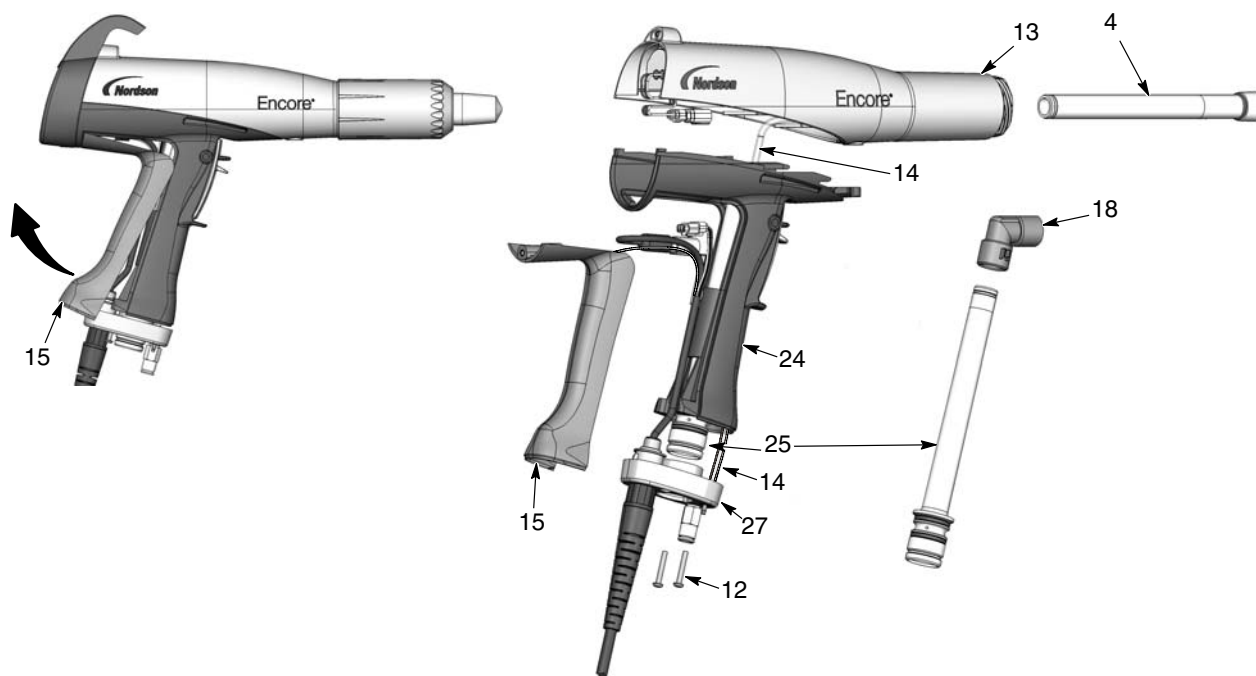

Рис. 6-4 Замена порошкового тракта
1. См. рис. 6-4. Снять колено (18) с впускной трубки (25).
2. Вывернуть два винта М3 х 20 (12) из основания рукоятки (27). Снять основание с рукоятки, отвести накладку заземления (15) вверх и в сторону от рукоятки, затем снять ее. Оставить провод заземления подсоединенным к накладке заземления.
3. Вытолкнуть впускную трубку (25) вверх и из основания, затем убрать основание в сторону и вытянуть впускную трубку из рукоятки.
4. Вытолкнуть выпускную трубку (4) из передней части корпуса распылителя (13).
1. См. рис. 6-4. Вставить выпускную трубку (4) в корпус распылителя (13) так, чтобы конец трубки установился вровень с концом распылителя.
2. Вставить впускную трубку (25) в рукоятку (24), затем вставить конец трубки в основание рукоятки (27).
3. Придвинуть основание рукоятки к рукоятке, затем зацепить в корпусе верхнюю часть накладке заземления (15) и завести ее в рукоятку. При сборке следить, чтобы провода не были зажаты и не зацепились.
4. Установив основание рукоятки на рукоятке и накладке заземления, закрепить его двумя винтами М3 x 20 (12).